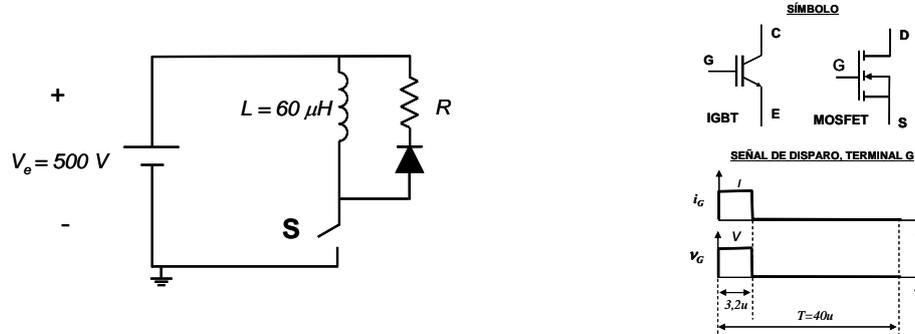
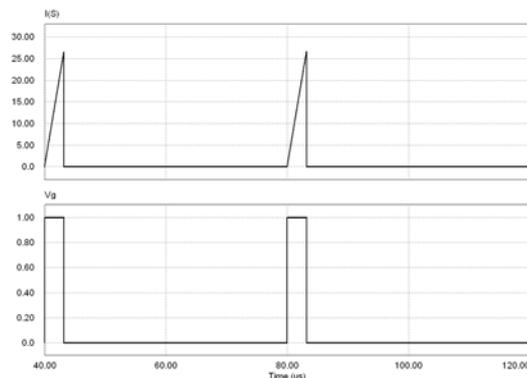

Figura C2
Figura 2. Forma de corriente que circula por el interruptor S en el circuito de la Figura C2.
Se desea seleccionar el interruptor S más adecuado, de entre los dos que se proporcionan (IGBT y MOSFET), para el circuito de la Figura C2 funcionando en régimen permanente.
1. La forma de gobierno. Seleccionar cuál es la señal de disparo adecuada, de las proporcionadas en la Figura C2, para cada interruptor. Considerar que el valor de corriente y tensión, así como el tiempo que se aplica la señal, es suficiente para disparar el dispositivo.
Por otro lado, teniendo en cuenta el circuito de la Figura C2, la corriente que circula por el interruptor S es la representada en la Figura 2. Se necesita determinar el valor medio y eficaz de esta corriente.